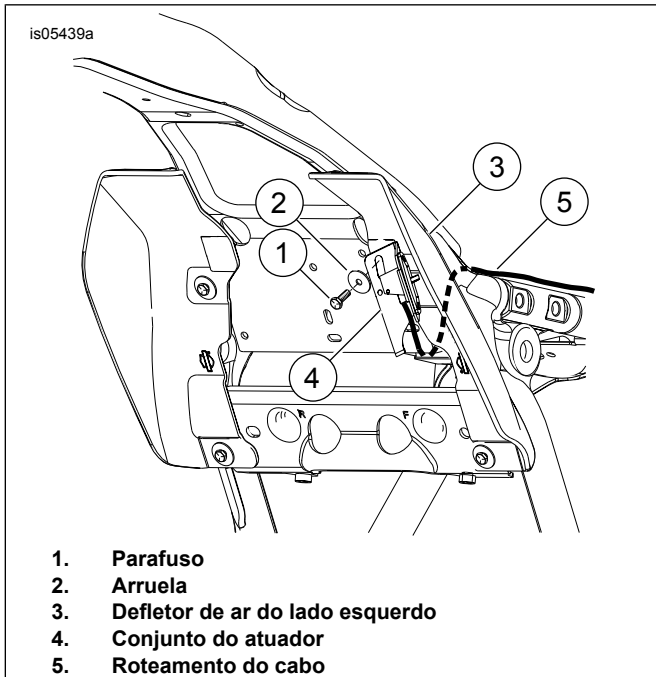

Figura 5. Instalação do conjunto do atuador com defletor de ar no centro do quadro
3. Veja Figura 5 . Puxe a abraçadeira plástica da presilha do fio da vela de ignição para fora do furo da placa do quadro no local em que o suporte da alça de ajuste será montado. Descarte a presilha de mangueira plástica.
8. Figura 5 Verifique se o cabo de ajuste do encosto não está conectado ao suporte de montagem. Começando pela extremidade do conjunto do atuador, faça o roteamento do cabo do encosto sob a placa da travessa e através do quadro (5).
10. Figura 5 Arraste o lado liso do suporte do conjunto de montagem (4) do atuador para trás dos fios e alinhe o furo de montagem superior do defletor com a fenda do suporte da alça de ajuste. Verifique se a lingueta dobrada/gancho do suporte encaixa na borda da placa da travessa. Quando estiver alinhado, insira e aperte o parafuso e a arruela.